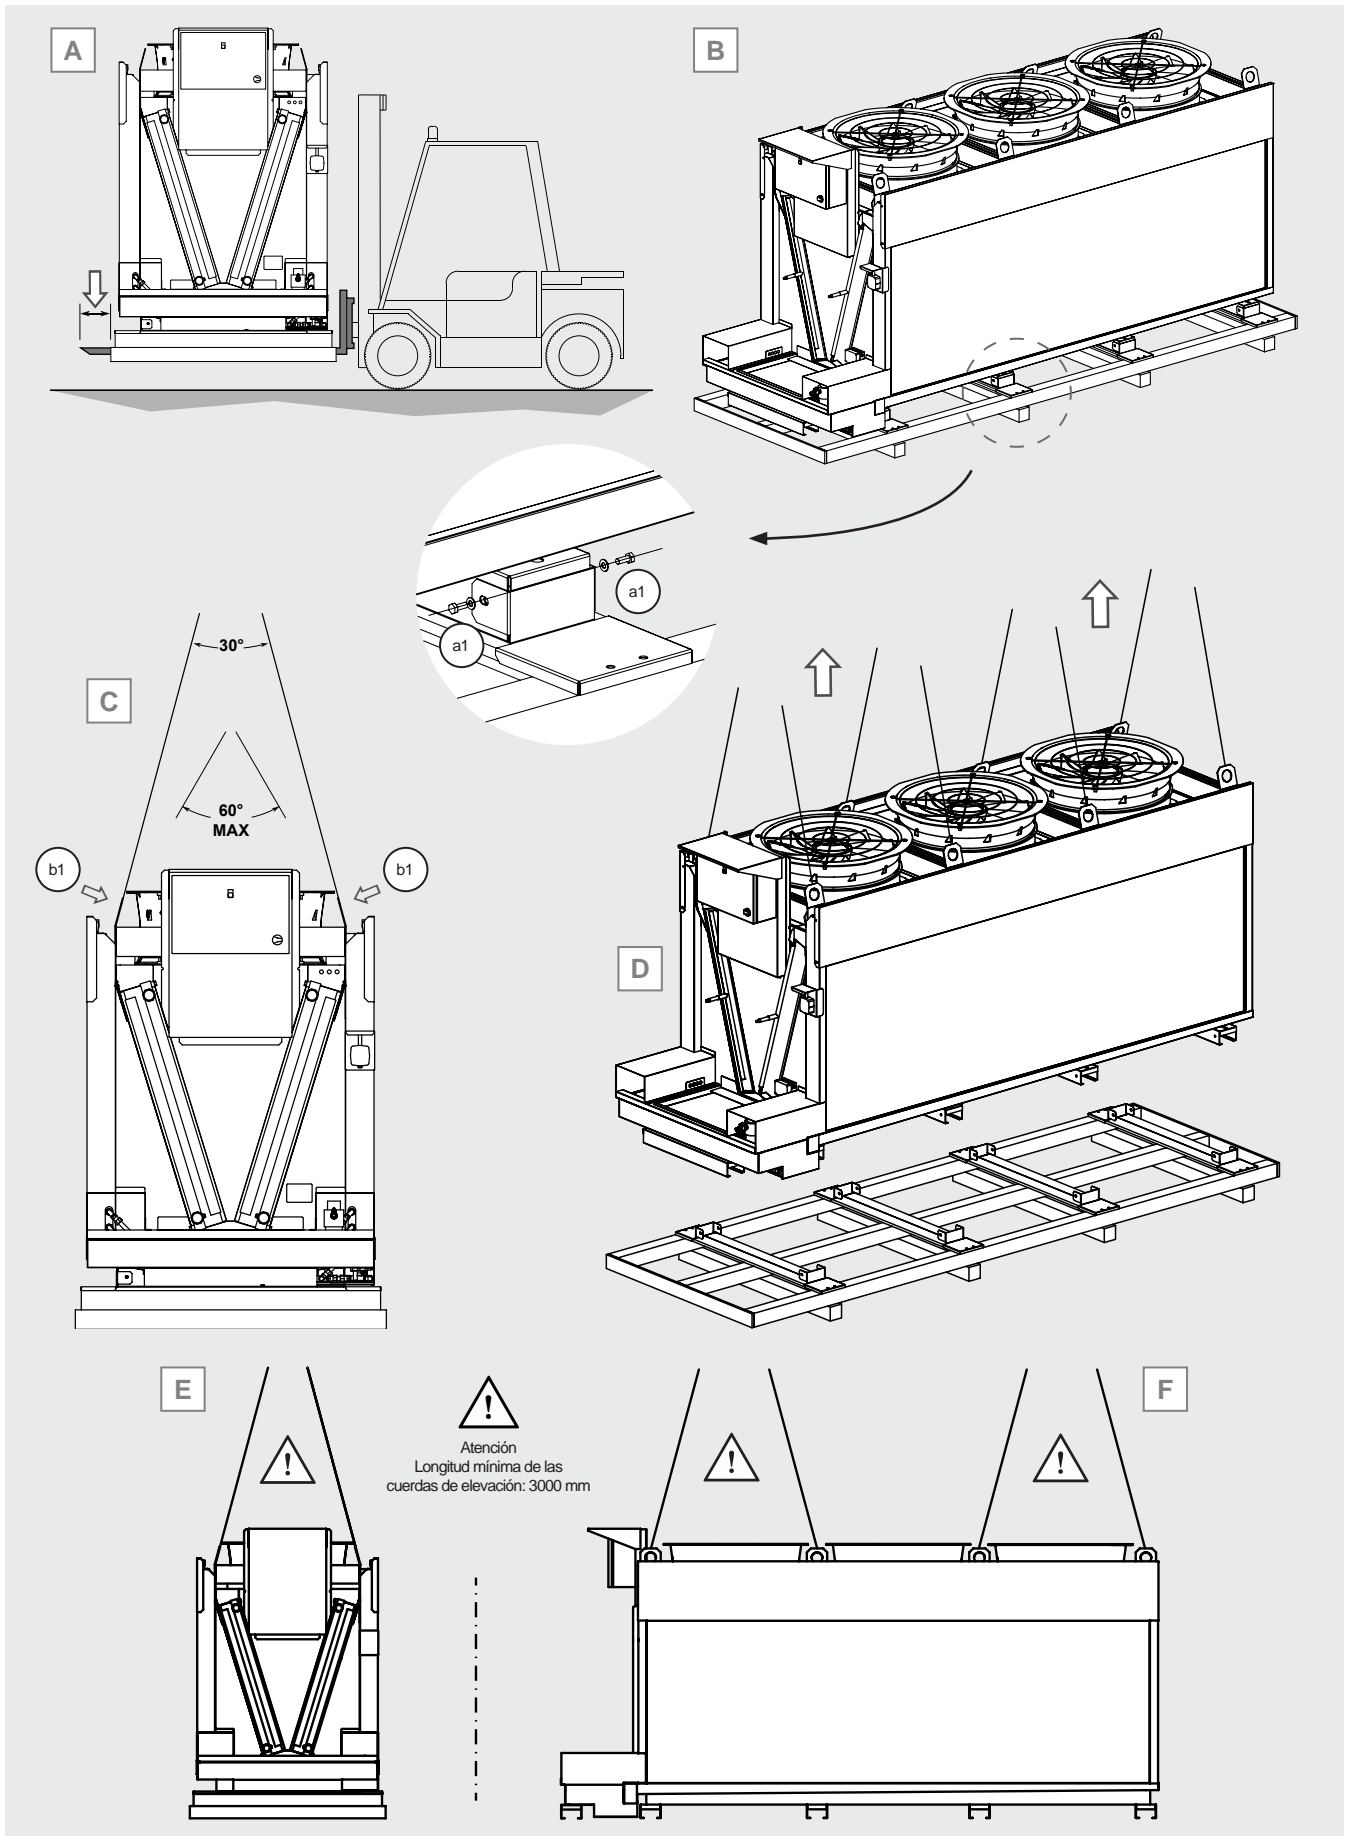

Figura 5
5.2 Para la carga y descarga desde el medio de transporte con una carretilla elevadora, los soportes de elevación deben tener una longitud superior a la profundidad del embalaje y/o del modelo. Véase Figura 5 A.
5.3 Para la carga y descarga desde el medio de transporte mediante grúa o puente grúa, enganchar la grúa o el puente grúa a los puntos de elevación según la Tabla 2. Véase Figura 5 C. Se observa que, para facilitar únicamente las operaciones de carga y descarga desde el medio de transporte, es posible utilizar solo 4 puntos de elevación.
5.4 Para la retirada del pallet, antes de la instalación del modelo, desatornille los tornillos (a1) que fijan los soportes de apoyo del modelo a la paleta de transporte, véase la Figura 5 B;
5.6.1 fije la grúa o el puente grúa a los puntos de elevación (b1), véase la Figura 5 C;
5.6.2 levante el modelo y colóquelo en su ubicación definitiva. Utilice todos los puntos de elevación. Ver Figura 5 D.
Para la carga y descarga del modelo desde el medio de transporte, así como para su manipulación, deben utilizarse cuerdas de elevación y travesaños de izaje. Es posible utilizar travesaños tanto en sentido longitudinal como transversal; véanse las Figura 5 E y F.